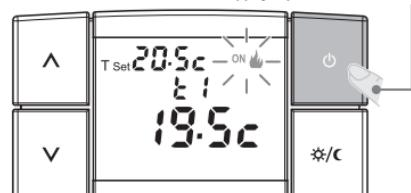

fig. 13
- Pour réactiver l'installation, appuyer sur la touche pendant 1 seconde, l'écran affichera le dernier programme configuré (exemple sur la fig. 13).